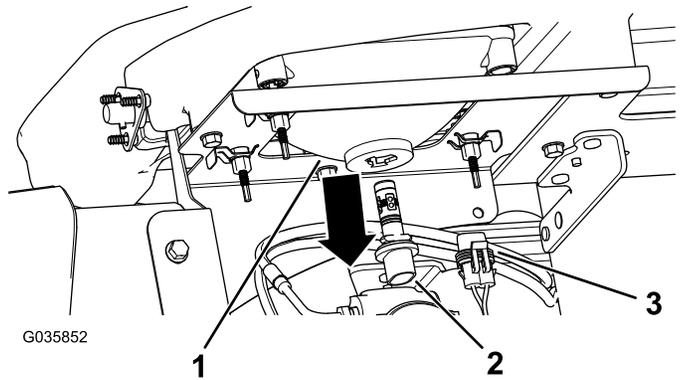

Figure 41
3. Débranchez le connecteur électrique de faisceau du connecteur de la lampe situé au dos du boîtier du phare (Figure 41).
4. Tournez l'ampoule d'un quart de tour dans le sens antihoraire et tirez-la en arrière hors du boîtier (Figure 41).
5. Insérez l'ampoule neuve dans le boîtier du phare et alignez les languettes sur les fentes du boîtier (Figure 41).
6. Fixez l'ampoule en place en la tournant d'un quart de tour dans le sens horaire (Figure 41).
7. Branchez le connecteur électrique de faisceau sur le connecteur de l'ampoule neuve (Figure 41).